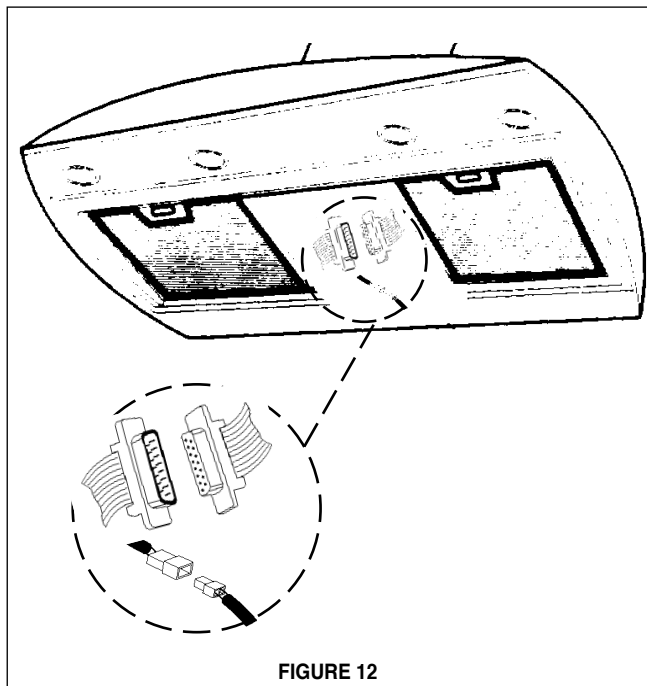

FIGURE 12
6. Connecter le connecteur des commandes et le connecteur des spots (**de la FIGURE 12**). Remonter l'étrier de protection.